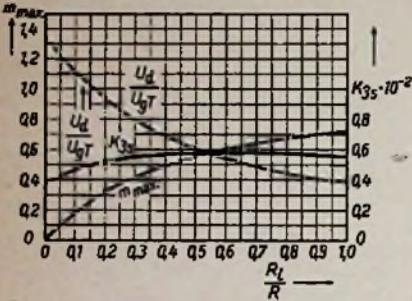

Bild 2. m_{\max} , U_d/U_{GT} und K_{3s} als Funktionen von R_L/R bei optimaler AM-Unterdrückung für:
In Bild 2 sind der zulässige Modulationsgrad, die Empfindlichkeit und der kubische statische Klirrfaktor für einen praktisch hergestellten Verhältnisgleichrichter (Bandmitte $f_m = 10,7$ MHz) als Funktionen des Verhältnisses „Längswiderstand zu Lastwiderstand“ nach den Formeln (2) bis (4) berechnet und graphisch dargestellt. Der Schaltung liegen die folgenden Daten zugrunde: $Q = 72$; $K = 27,6 \cdot 10^{-3}$; $\bar{u} = 1,36$; $L_1 = 7,4$ μ H; $L_2 = 1,11$ μ H; $C_1 = 30$ pF; $C_2 = 50$ pF; $S \approx 2,8$ mA/V (Verwendung der EF 89 als Vorröhre). Man erkennt, daß man mit dem Wert $R_L/R = 0,2$, wie er bei diesem Radiodetektor gewählt wurde, einen günstigen Kompromiß zwischen den z. T. einander widersprechenden, technischen Forderungen eingeht. Bei einem kubischen statischen Klirrfaktor von $\approx 0,52\%$ und einem zulässigen Amplitudenmodulationsgrad von $\approx 31\%$ errechnet sich für die Empfindlichkeit der Wert: $U_d/U_{GT} \approx 0,93$.